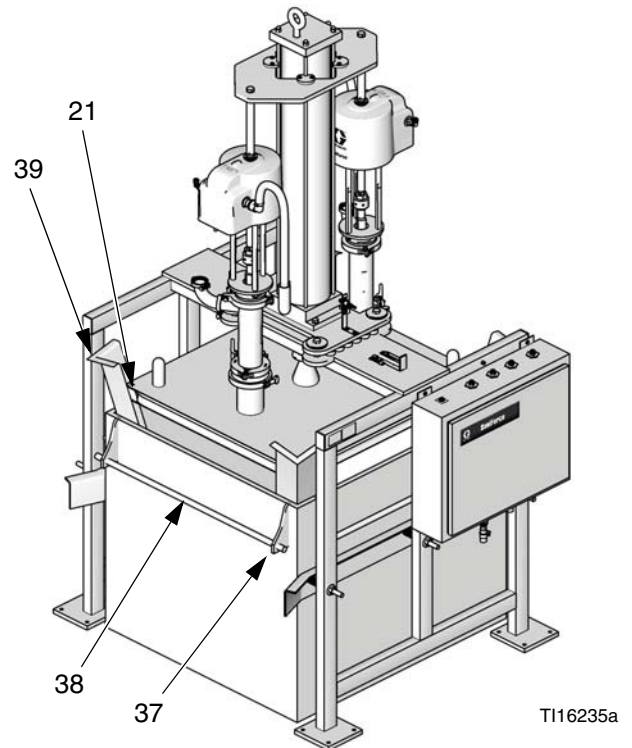

FIG. 10
6. Fissare i lati del sacchetto mediante morsetti (37) e tubi (38). Vedere la FIG. 10.
9. Accertarsi anche che le guarnizioni angolari (21) siano al loro posto.
10. Utilizzare gli angoli (39) per consentire di guidare la piastra. Vedere la FIG. 10.